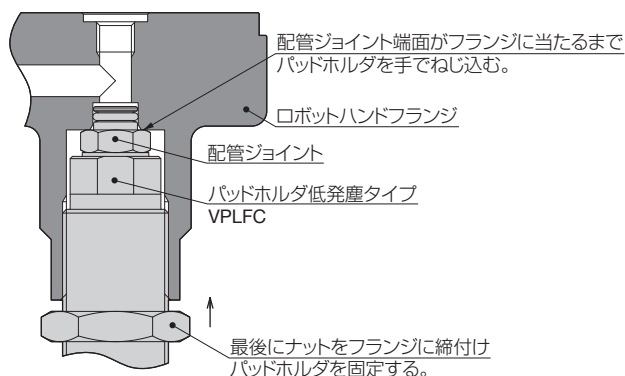

図2
- ①パッドホルダに配管ジョイントを取付けます。
- ②パッドホルダ付属ナットを1個取外し、もう1個のナットをネジ下部まで下げます。
- ③パッドホルダをロボットハンドフランジに手でねじ込み、パッドホルダが止まる所まで軽く締付けます。(図2参照)